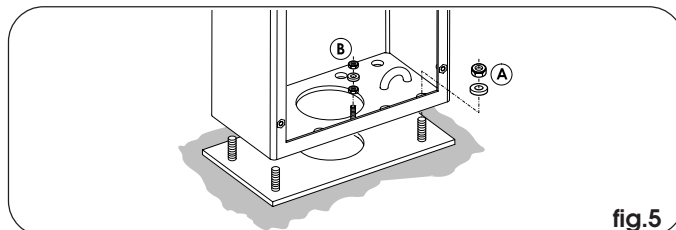

fig.5
- Vérifier l'existence d'une prise de terre fiable pour la connexion du montant, en utilisant les écrous et la rondelle fournis (fig. 5 réf. B).
- 2) Fixer le montant sur la plaque de fondation par l'intermédiaire des quatre écrous et rondelles fournis (fig. 5 réf. A). Considérer que le capot du montant doit normalement être tourné vers l'intérieur de la propriété.